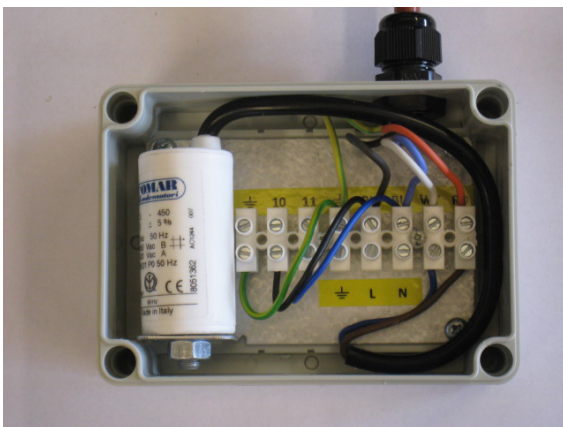

Bild 9
4. Fäst fläktens kopplingsdosa (bild 9) på väggen och montera en kabelförskruvning med skyddsform IP65 så att den anpassas till kabeldragningen.